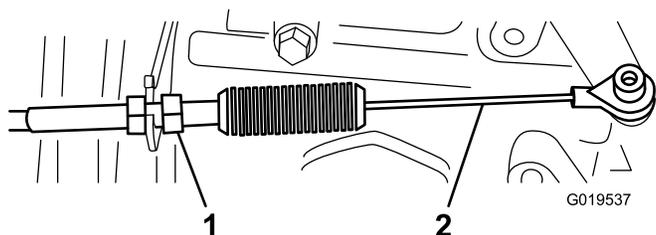

Рисунок 66
2. Отрегулируйте шаровой шарнир на тросе акселератора (Рисунок 66) таким образом, чтобы зазор между рычагом педали акселератора и верхом доски пола с ромбовидным рисунком поверхности составлял от 2,54 до 6,35 мм (Рисунок 67), когда к центру педали прикладывается усилие 11,3 кг.
3. Затяните контргайку (Рисунок 66).